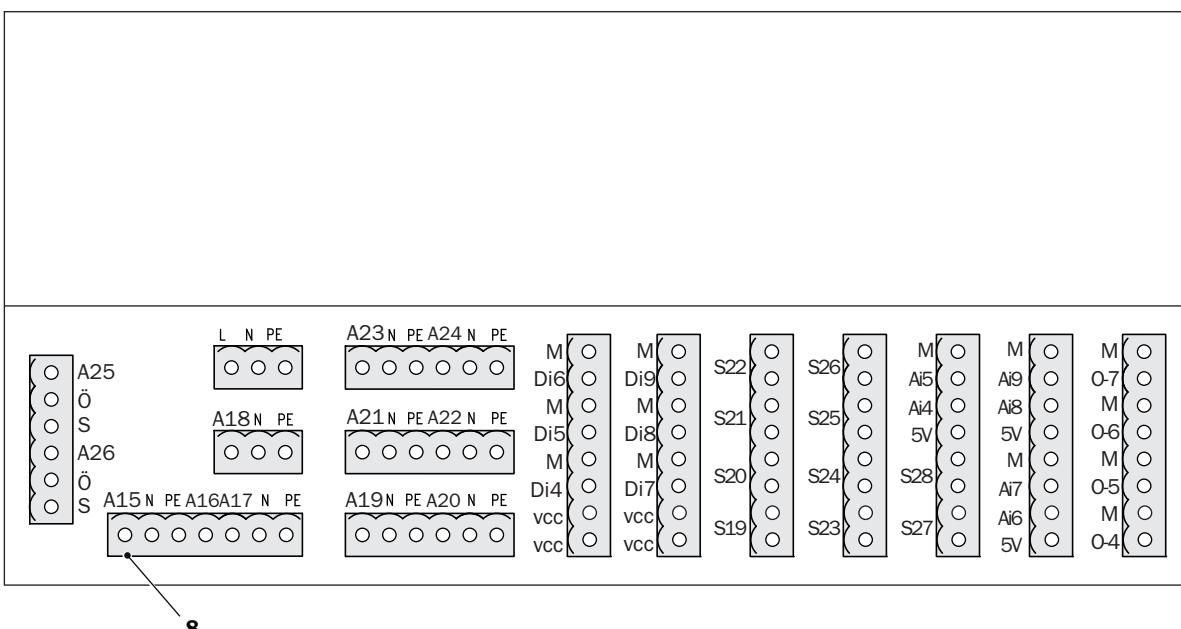

Abb. 3: Zusatzplatine
- Stecker der Pumpen von (2 - 7) der Netzbaugruppe sowie (8) der Zusatzplatine (→ Abb. 3) abziehen und an (2 - 8) des Notfall-Kabelbaums stecken.